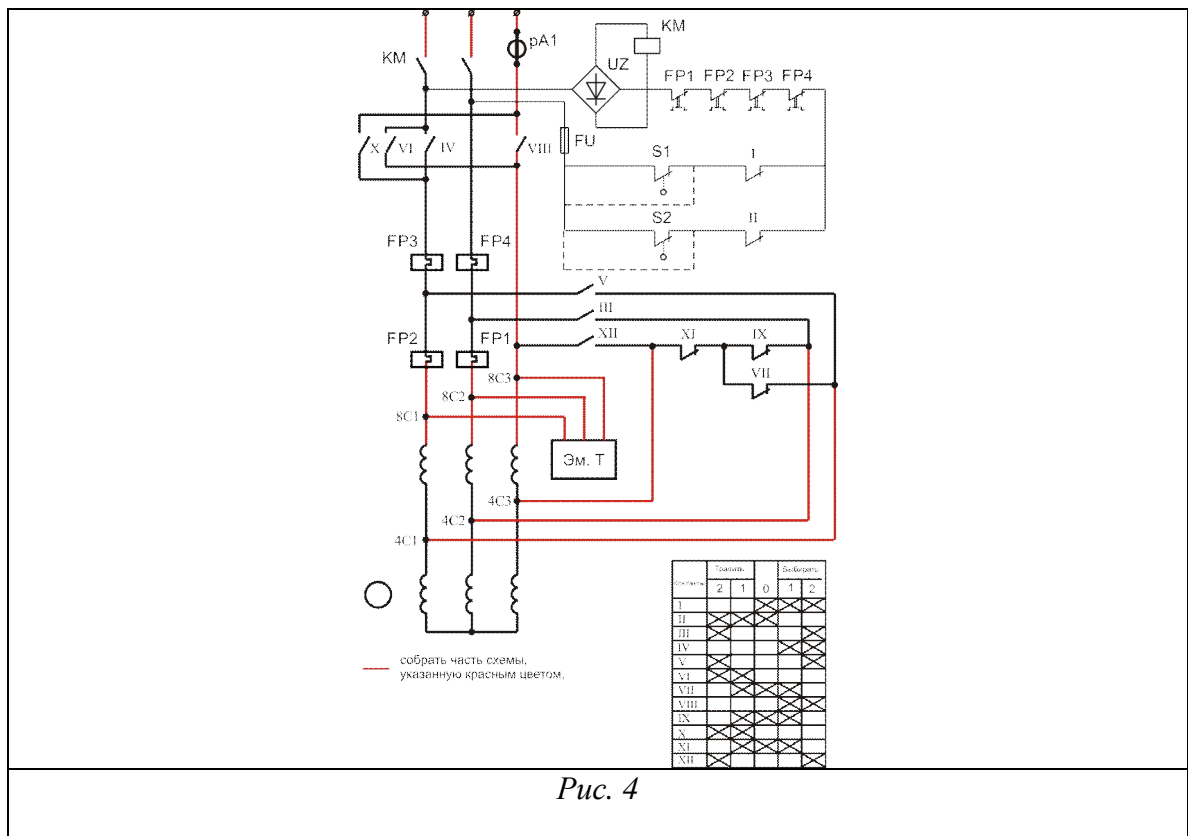

Рис. 4
4. Определить состав схемы (рис. 4), найти элементы схемы на щите. Собрать схему, проверить работу двигателя, настроить схему. Продемонстрировать работу